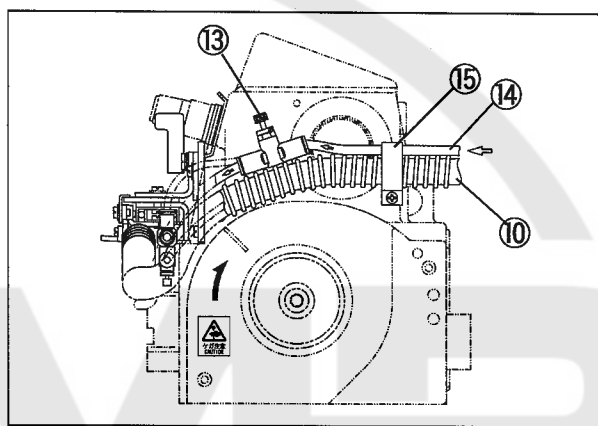

図 13
- (5) 3本のエアパイプ⑭とホース⑩をコードクランプ⑮で束ねて、ミシンフレーム側面に固定する。(図 13 参照)